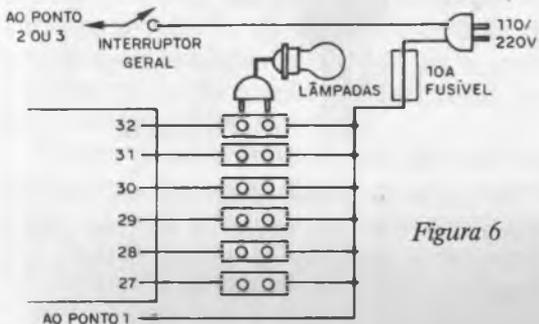

Figura 6
Os pontos 27, 28 até 32 vão às lâmpadas ou conjunto de lâmpadas, conforme mostra a figura 6.
1) Terminamos a montagem com o cabo de alimentação e interruptor geral que são ligados conforme mostra a figura 6.